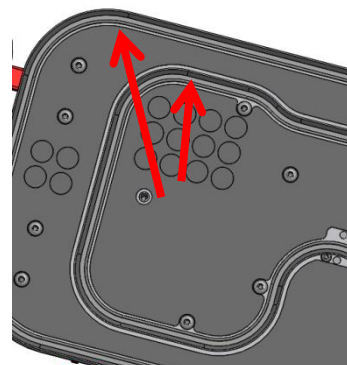

Abbildung: 6
- Kontrollieren Sie die Dichtungsgummis der Saugplatte auf Beschädigungen (*siehe Abbildung 6*). Tauschen Sie beschädigte Gummis aus.